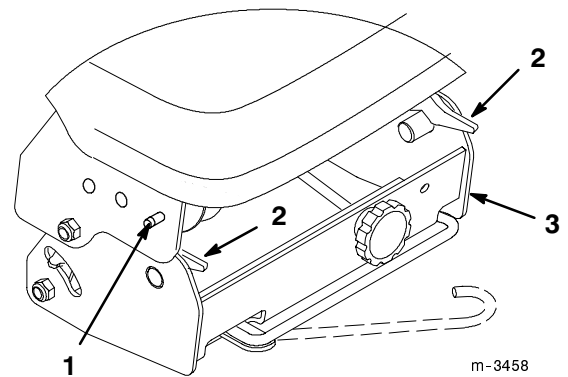

Figure 24
11. Si l'on souhaite déposer la boîte à poulies, presser les boutons de déblocage des loquets de l'Attach-A-Matic™ avant (Fig. 24) et lever les manettes de verrouillage pour ouvrir les loquets qui retiennent la boîte à poulies. Déposer la boîte à poulies.